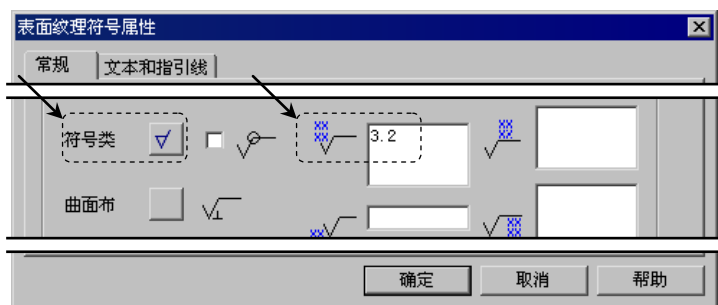

图 8.13.44 “表面纹理符号属性”对话框
Step2. 定义参数。在“表面纹理符号属性”对话框中设置如图 8.13.44 所示参数，然后单击 **确定** 按钮。